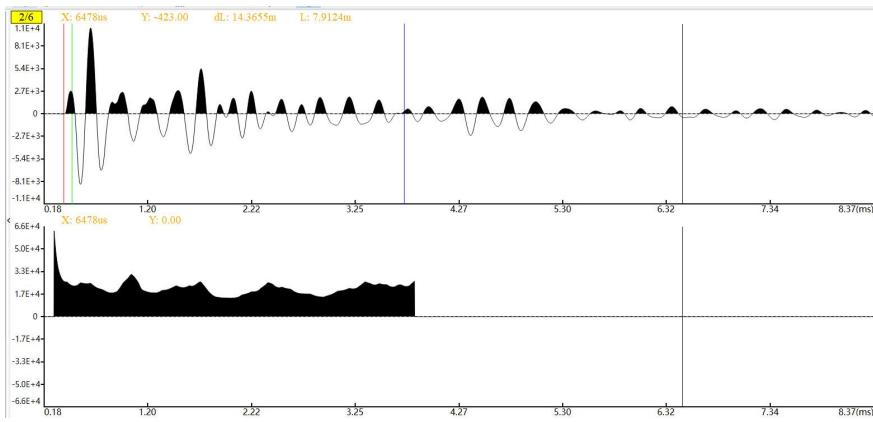

图 4-18 EMD 分析
- EMD 分析：在点击 EMD 选项图标以后在原波形上会分别出现出现红色、绿色和紫色的标注，这 3 个标注分别定位的是锚杆的杆头，自由端与锚固段临界点和杆底的位置，如图 4-18 所示。在操作过程中这些标注可以用作参考来方便对整个杆体进行分析，关注 EMD 后波形的尖峰点，该处可能对应缺陷位置。快捷键为 **E**。